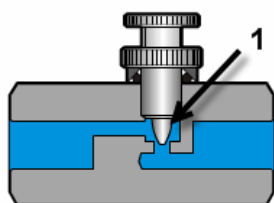

Fig. 18.
Dans ce cas on utilise un limiteur de débit (Fig. 18) où le réglage se fait au moyen d'une aiguille (1).